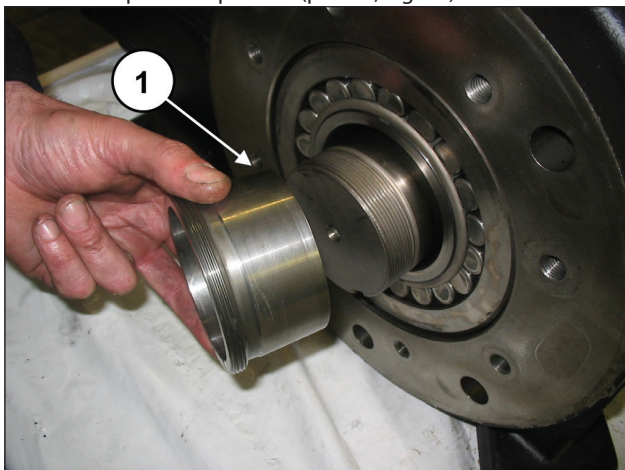

Fig. 27
Retire o casquilho de pressão (pos. ①, Fig. 27).